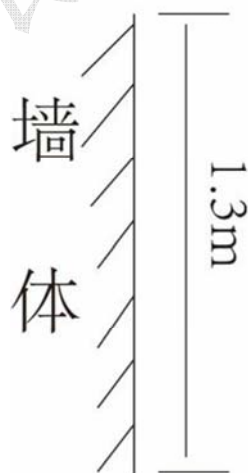

图 A-2 墙体安装高度
1. 请用户确认安装位置并做好标记，充电桩中心位置离地面高度至少 1.3 米左右，如图 A-2 所示。